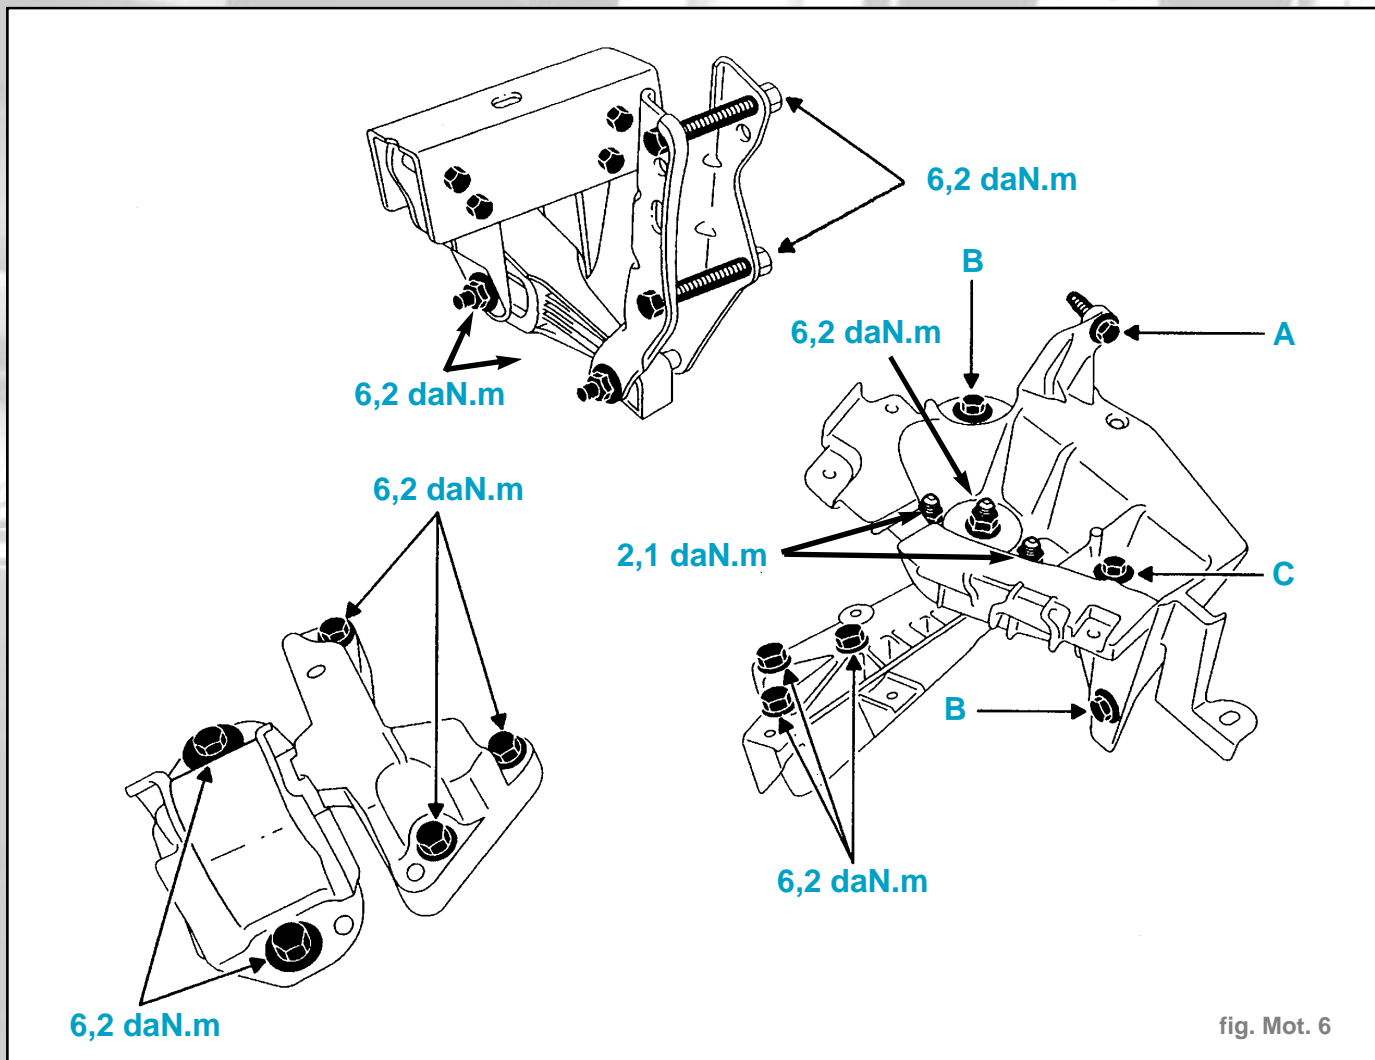

fig. Mot. 6
- Serrer les vis de fixation des supports pendulaire au couple (fig. Mot. 6).